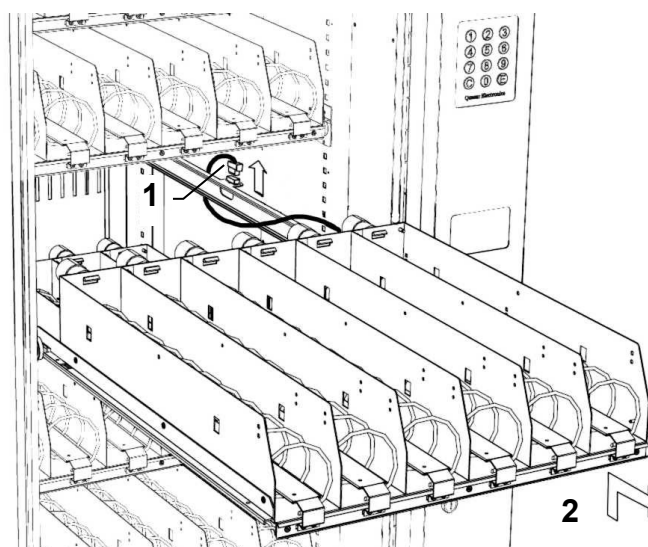

Figura 6.2
- scollegare il connettore elettrico del cassetto (Figura 6.2 /1);
- alzare il cassetto per farlo fuoriuscire completamente dalla corsia di scorrimento (Figura 6.2 /2).